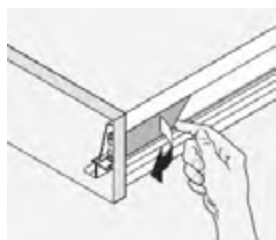

Рис. 15
- снимите декоративную заглушку с боковины ящика (рис.15),